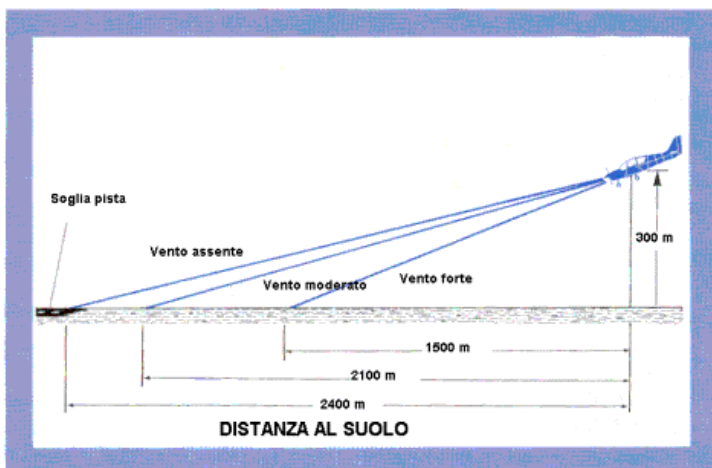

Figura 9
Il fattore (2) può certamente alterare la vostra velocità rispetto al suolo e pertanto la pendenza del sentiero per qualsiasi livello di potenza. Questo è spiegato dalla Figura 9, e per quanto semplice possa sembrare, ne parlo qui solo per giustificare il fatto di aver bisogno di più potenza in atterraggio in certi giorni che in altri. In condizioni di vento contrario è necessario dare potenza, a meno che vogliate fermarvi per strada a salutare il contadino!